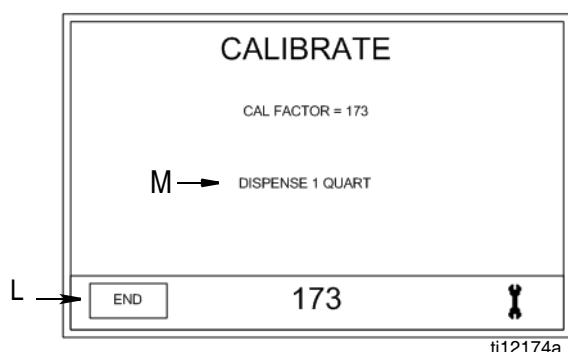

FIG. 14
Écran d'étalonnage (FIG. 14)
1. Utiliser la FLÈCHE GAUCHE ou DROITE pour déplacer le curseur vers le champ du facteur d'étalonnage (K).
2. Utiliser la FLÈCHE HAUT ou BAS pour changer manuellement le facteur d'étalonnage pré réglé vers le haut ou vers le bas (ceci ne peut être fait que sur l'écran d'étalonnage 1 (FIG. 14)).
3. Appuyer sur le bouton ENTRÉE au milieu pour confirmer le nouveau réglage. La nouvelle valeur s'affiche dans le champ Facteur d'étalonnage (J).
M. Distribution : N'apparaît que sur l'écran 2 (FIG. 14). Affiche la quantité distribuée par l'opérateur lors de l'essai d'étalonnage.
Ré-étalonnage du compteur (Fig. 14)
Voir Fig. 14, page 16 pour les écrans d'étalonnage 1 et 2, référencés dans les instructions suivantes.